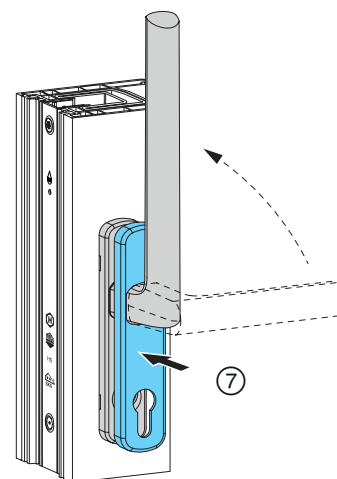

Abb. 40
- ⑦ Griff in Geschlossenstellung bringen und Abdeckkappe auf Griffrosette klipsen; **Abb. 40**.